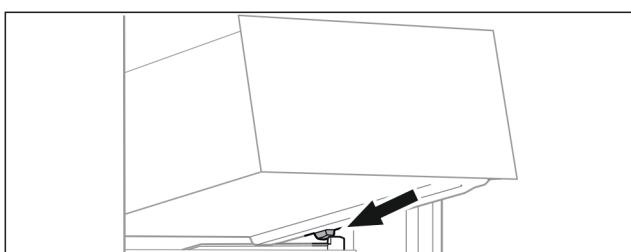

Fig. 76
- Nasadte zásuvku šikmo za zarážkami na rebro nádoby. (pozri Fig. 76)